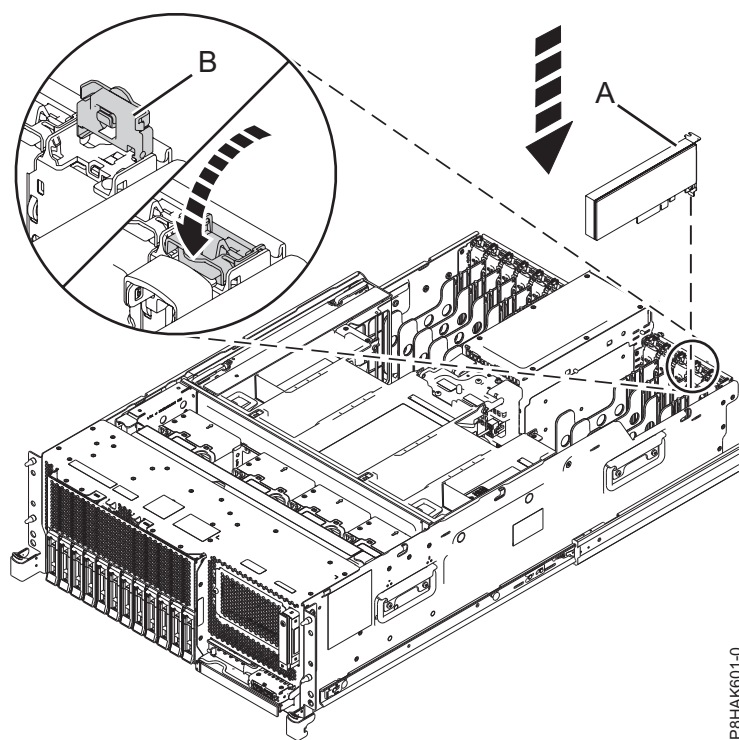
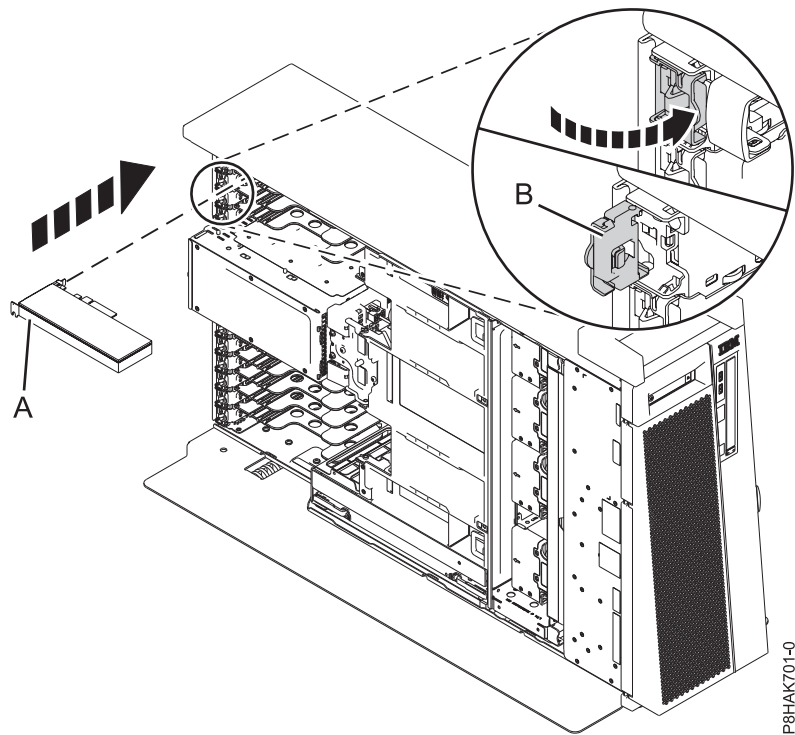

Figura 21. Instalar ou substituir um adaptador PCIe num sistema montado em bastidor
Figura 22. Instalar ou substituir um adaptador PCIe num sistema 8286-41A autónomo
6. Se a patilha do adaptador (**B**) na ranhura alvo não estiver na posição aberta, puxe a patilha para a posição aberta ao rodar a patilha para fora do respectivo clip na parte posterior do sistema, como demonstrado em Figura 21 na página 24 e Figura 22 na página 24.
7. Agarre cuidadosamente o adaptador pela respectiva aresta superior ou contraponto e alinhe o adaptador com a ranhura e o respectivo conector no painel posterior do sistema (**A**), conforme demonstrado em Figura 21 na página 24 e Figura 22 na página 24.
9. Para bloquear o adaptador na respectiva ranhura, rode a patilha do adaptador (**B**) na direcção demonstrada em Figura 21 na página 24 e Figura 22 na página 24.